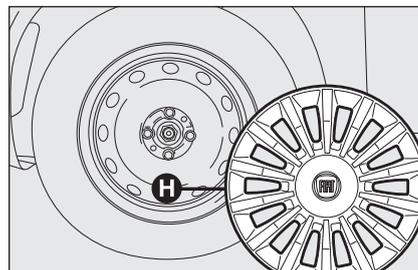

fig. 4
- Retire el tapacubos de la rueda **H-fig. 4** (versiones con llantas de acero), o retire el embellecedor de llanta (versiones con llantas de aleación).